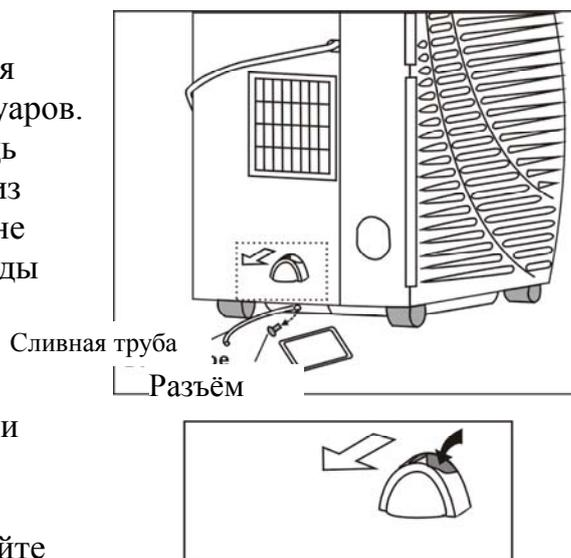

Рис. 13
* Вы можете откачать воду при помощи трубы для откачивания воды. Она входит в список аксессуаров. Но сначала Вам нужно поместить какую-нибудь емкость под отверстие, затем вытянуть шланг из отверстия для слива, вода потечёт в емкость и не намочит пол. (Рис. 13) Если труба для слива воды короче, чем Вам нужно, Вы можете купить другую трубу (сечением 9мм). Затем подсоедините её к имеющейся трубе для слива воды при помощи предоставляемого нами комплекта для сливной трубы.